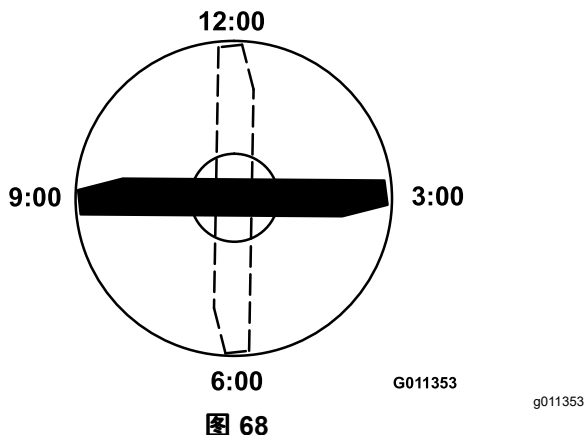

图 68
3. 将刀片带标记一端的刀刃放在 12 点钟位置除草方向的正前方并测量从桌面到刀片刀刃的高度 图 68。
4. 将刀片的标记端旋转至 3 点钟和 9 点钟位置并测量高度 图 68。